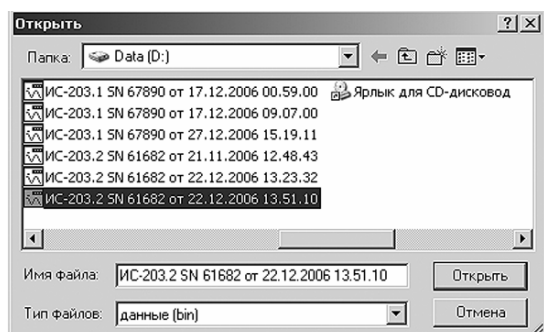

Рис.11
8.2 В окне располагаются 2 кнопки. Кнопка «Открыть файл», открывает файл с расширением \*.bin и строит график на основе данных файла. При ее нажатии появляется диалог (рис.11), где пользователь выбирает необходимый ему файл для просмотра, нажимает на «Открыть», после чего и осуществляется построение графика.